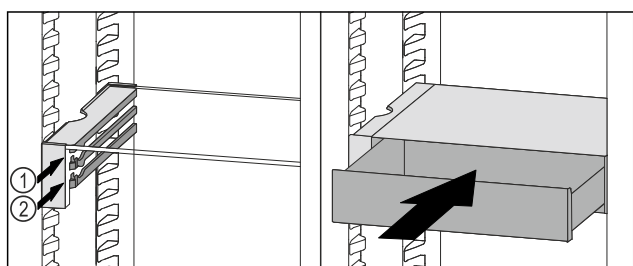

Fig. 180
- Vendosni sirtarin VarioSafe prapa ndaluesve në brinjën që dëshironi Fig. 180 (1) ose Fig. 180 (2).